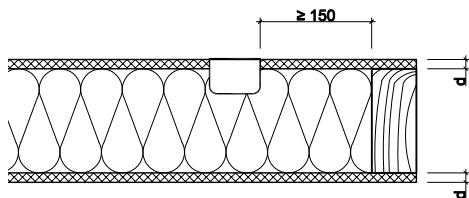

Abb. 6: Brandschutztechnisch wirksame Bekleidung nicht erforderlich.
- Ist der Abstand der Einbauteile zur brennbaren Unterkonstruktion ≥ 150 mm, ist eine brandschutztechnisch wirksame Bekleidung nicht erforderlich (Abb. 6).